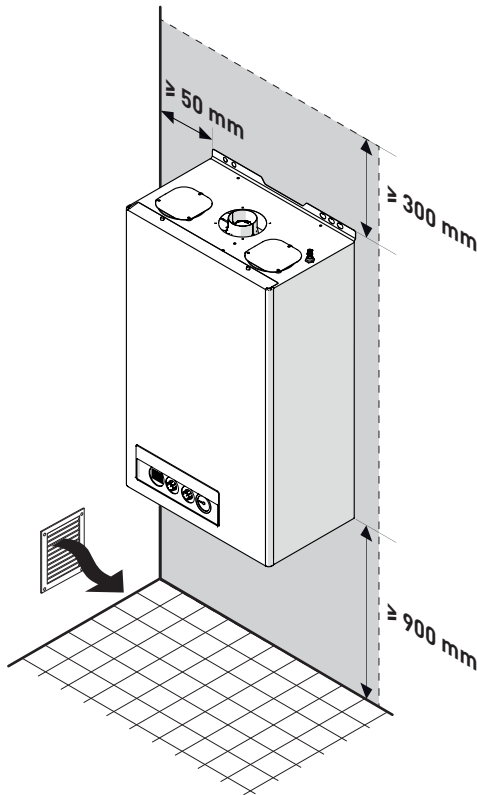

图. 26
- 应预留足够的空间，以便接触安全/调节装置和执行保养操作（参见 图. 26）。